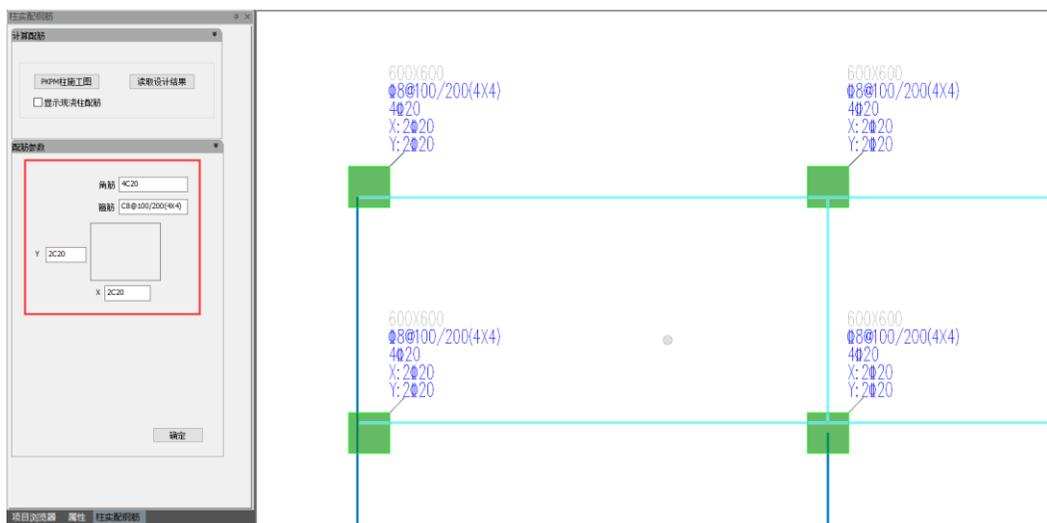

图 5.3-13 柱配筋值录入界面（批量修改）
- 批量修改：框选多根梁后，图 5.3-13 界面左侧的输入框将激活，可录入平法配筋值，完成多根柱的同时修改。